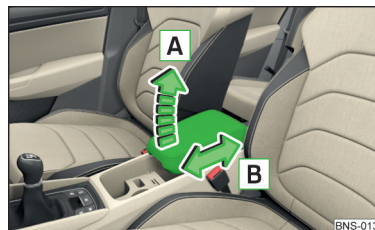

Fig. 89
- Pour **régler la hauteur**, soulevez l'accoudoir dans le sens de la flèche  dans l'une des positions d'encliquetage » fig. 89.